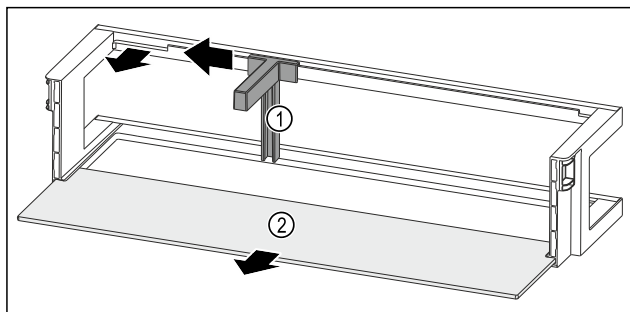

Fig. 149 带瓶托和搁板的门边存放架
- ▶ 将瓶托 Fig. 149 (1)推至槽边。
- ▶ 取出瓶托 Fig. 149 (1)。
- ▶ 取出搁板 Fig. 149 (2)。